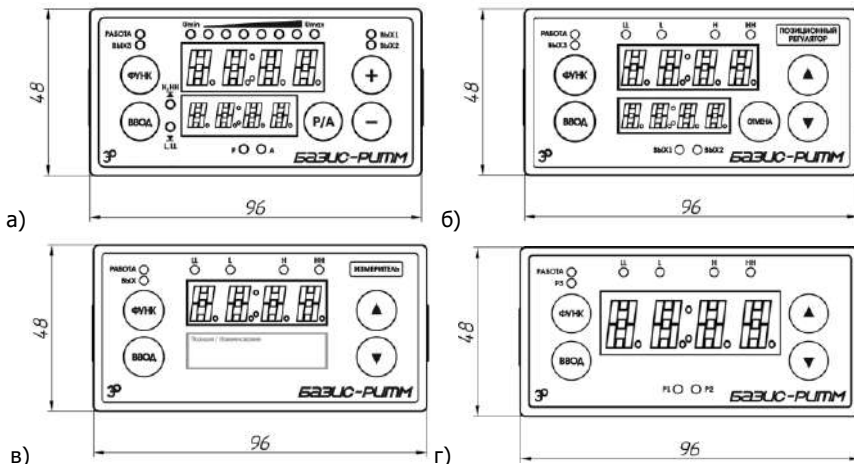

Рис. 5.1. Вид спереди Контроллера гр. А:
5.1.2. Виды Контроллера представлены на рис. 5.1—5.7.